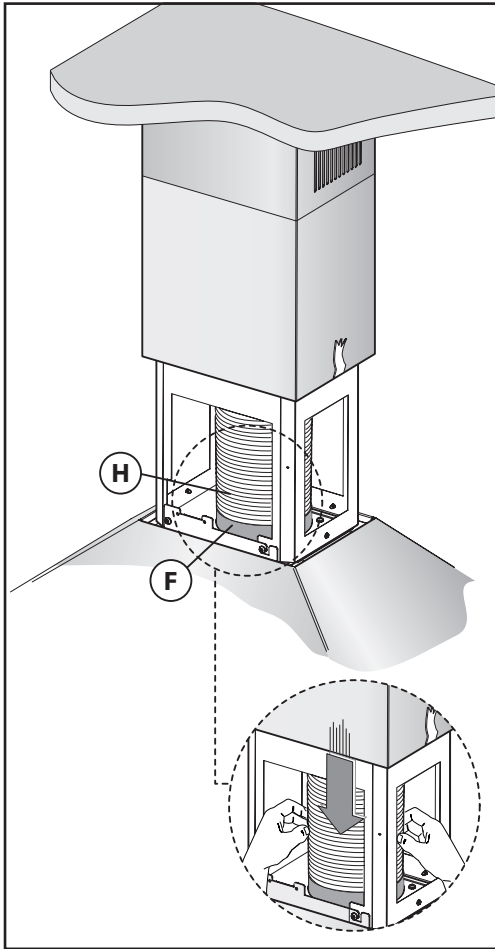

Fig.13
- Fastgør røret til udledning af luft **H** (ikke inklusiv) til pakningen **F** (Fig.13).